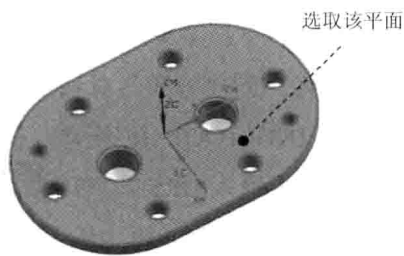

图 1.18 指定顶面
Step2. 指定顶面。单击“钻孔”对话框 **指定顶面** 右侧的  按钮，系统弹出“顶部曲面”对话框；在“顶部曲面”对话框的 **顶面选项** 下拉列表中选择 **面** 选项，然后选取图 1.18 所示的面；单击“顶部曲面”对话框中的 **确定** 按钮，返回“钻孔”对话框。